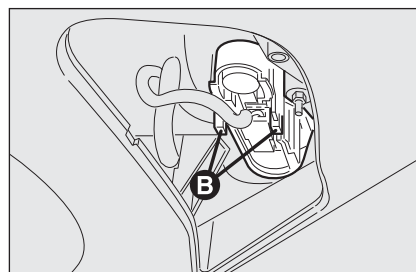

fig. 36
- ☐ estrarre il gruppo portalampade agendo sulle linguette di ritegno **B-fig. 36**;
- ☐ reinserire il gruppo portalampade fissandolo correttamente in posizione mediante le linguette di ritegno **B-fig. 36**;